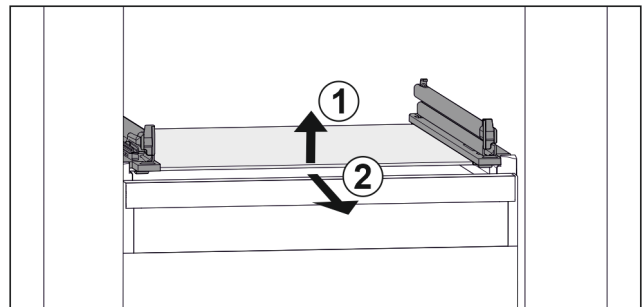

Fig. 88 Beispielhafte Darstellung der Glasplatte
- ▶ Glasplatte vorne anheben. Fig. 88 (1)
- ▶ Glasplatte nach vorne entnehmen. Fig. 88 (2)